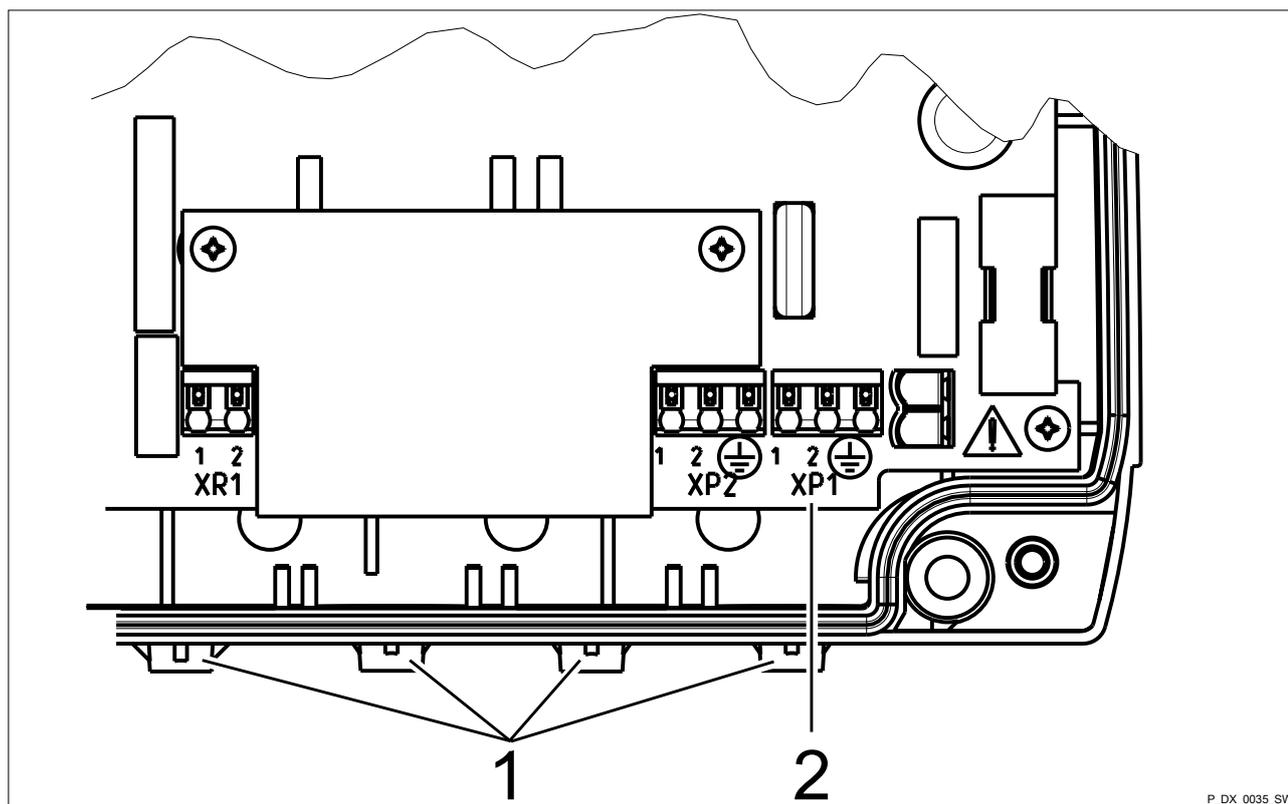

Fig. 10: Preparazione dell'allacciamento alla rete
6. ➔ Collegare il cavo di rete alla morsettieria XP1 - vedere Fig. 10.